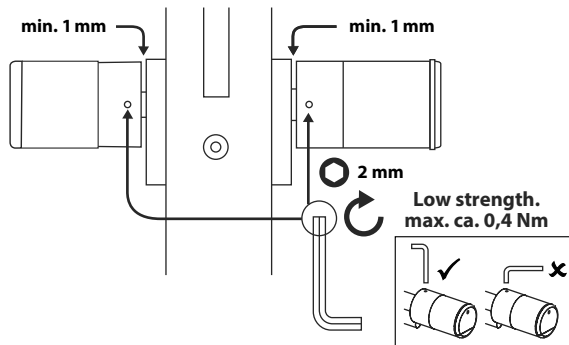

Abb. 10
- ⑦ Schrauben Sie die Madenschrauben wieder in die beiden Knäufe (Abb. 10).